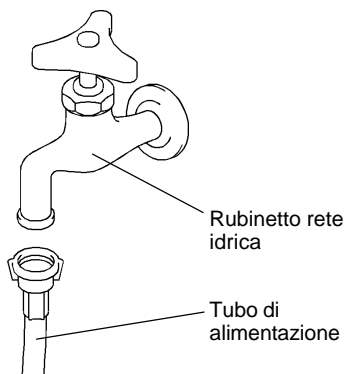

Fig. 14
- 2) Collegare l'altra estremità del flessibile al rubinetto dell'acqua (Fig. 14), accertandosi che la guarnizione sia correttamente posizionata prima di avvitare come sopra. Si consiglia di tenere una valvola d'arresto a portata di mano.
- 2) Collegare l'altra estremità del flessibile al rubinetto dell'acqua (Fig. 14), accertandosi che la guarnizione sia correttamente posizionata prima di avvitare come sopra.